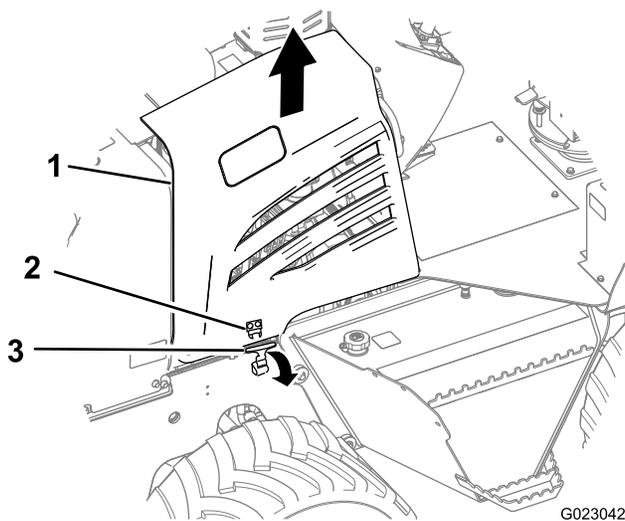

Figura 36
2. Puxe o punho da trava do painel para cima, libere-a de sua âncora (Figura 36).
3. Desloque o painel lateral diretamente para cima, removendo-o da máquina (Figura 36).
4. Puxe o punho da trava do painel para fora e em seguida para cima até se alinhar na âncora (Figura 36).